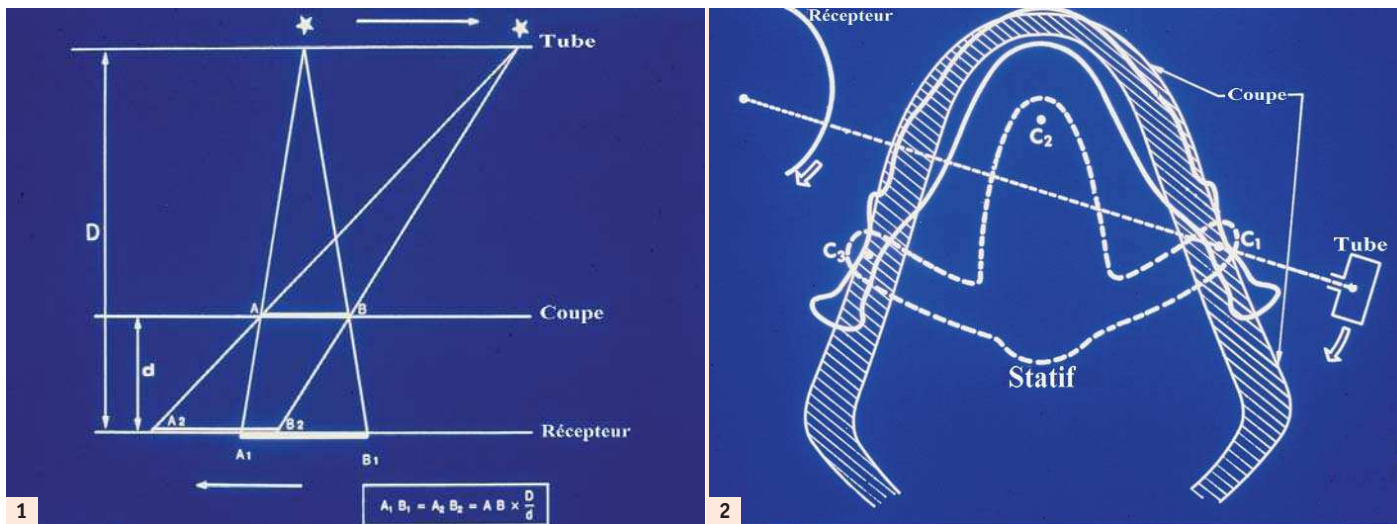

Fig. 1 : Principe de la tomographie. – Fig. 2 : Zonographie (coupe épaisse).
- Le principe est celui de la tomographie courbe qui résulte d'un mouvement simultané et en sens inverse de la source de rayons X et du film radiographique au cours d'une rotation (Fig. 1), réalisant une coupe tomographique relativement épaisse (zonographie : Fig. 2) incluant les deux arcades sur une même image dite panoramique.